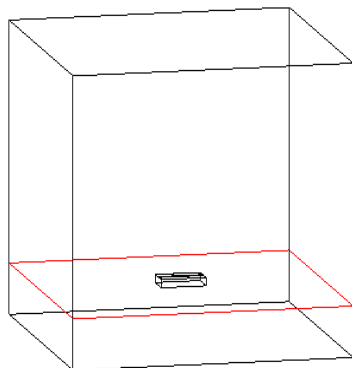

Рис. 49
- Щёлкните по значку **View EM 3D Layout** на панели инструментов, чтобы просмотреть 3-х мерное отображение структуры (рис. 49). Заметьте, что топология линии находится на вершине слоя, который является подложкой в новой структуре.